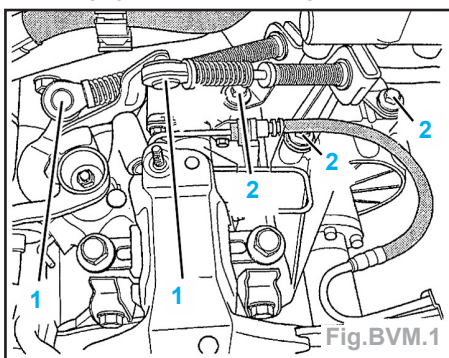

Fig.BVM.1
- Désaccoupler les câbles de sélection et de commande des vitesses (1) puis déposer leur support (vis de fixation 2) et les dégager de la boîte (Fig.BVM.1).